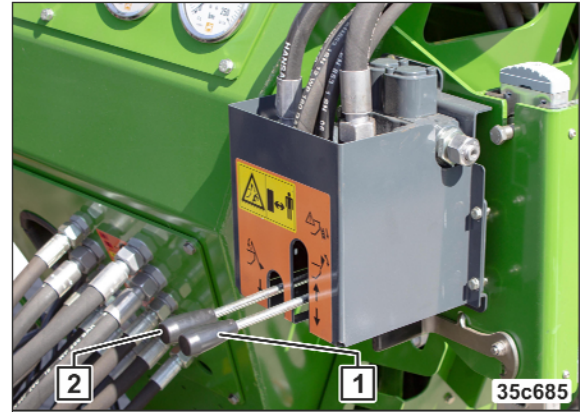

Bild 247
9. Manövrera styrenheten (Bild 247/2).